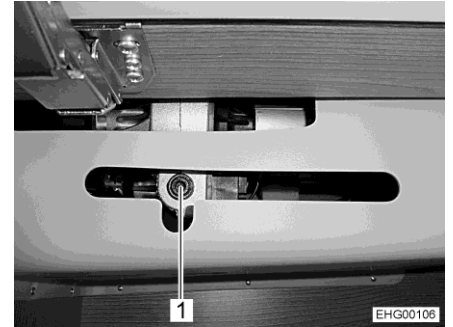
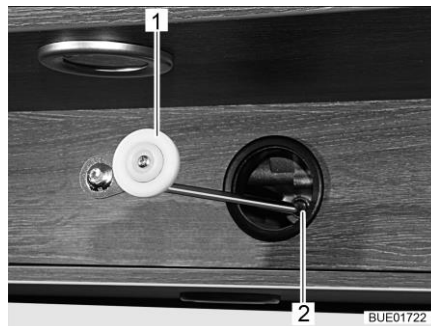

Fig. 151 Accès à l'entraînement (derrière l'habillage dans le meuble haut)
Fig. 152 Commande mécanique, entraînement
- Si la fixation (Fig. 151,1) de l'entraînement est montée dans le meuble haut, ouvrir cette dernière. Ouvrir le meuble haut.
- Insérer la manivelle (Fig. 152,1) ou la clé mâle coudée pour vis à six pans creux dans la réception sur le moteur (Fig. 151,1 et Fig. 152,2).